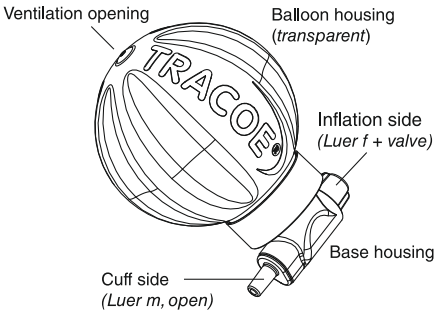
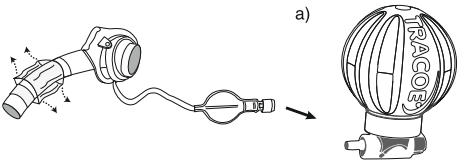
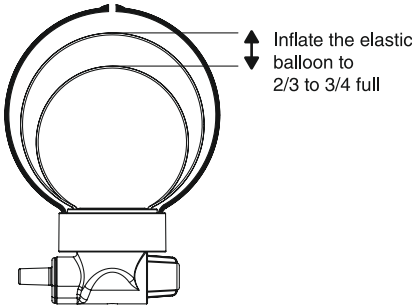

图1: TRACOE智能气囊管理系统的组件和接口
图2：连接充气管线和外鲁尔接口
图3：规定的充气大小
TRACOE智能气囊管理系统包括一个球形硬质（透明）外壳，弹性内气囊（蓝色）连接到带有内外鲁尔接口的底座外壳（图1）。本器械旨在确保在使用过程中，气管内插管/气管切开插管气囊压力维持在20 cm H2O至30 cm H2O的范围内。通过被动控制可达至此范围，即本器械的内气囊（蓝色）充当压力容器，允许空气在气囊与气管内插管/气管切开插管气囊之间流动，以维持该压力范围。
**小心：**内气囊的阻压功能仅在一个方向上有效，以允许充气或监测气管内插管/气管切开插管气囊压力，当气囊压力监测器或注射器插入鲁尔接口（本器械充气侧）（图1）时，该功能未被激活。
- TRACOE智能气囊管理系统初次充气未达到20 cm H2O至30 cm H2O的压力范围，内气囊没有膨胀到接近其最大容量的2/3-3/4（图3）。
弹性内气囊（蓝色）位于球形硬质（透明）外壳内。此内气囊连接到带有两个鲁尔接口的底座外壳（白色）（图1）：
此内鲁尔接口有一个自密封阀，可防止在拆除注射器或压力测量装置后气体流动，参见图1。
- 防止液体进入TRACOE智能气囊管理系统通风口（外壳顶部，图1）；例如，请勿在佩戴本器械的情况下沐浴或淋浴。
- TRACOE智能气囊管理系统通风口（外壳顶部）必须保持开启和畅通无阻（图1）。
将气管内插管/气管切开插管（HVLPG气囊被放气或已充气）置于患者体内后，插入TRACOE智能气囊管理系统底座的外鲁尔接口（外鲁尔接口，图1），轻轻转动，固定连接（图2），TRACOE智能气囊管理系统即被连接到气囊充气管线（指示气囊）开口端。
TRACOE智能气囊管理系统连接到气囊充气管线后，将气囊压力监测器或注射器插入底座的内鲁尔接口（内鲁尔接口，图1），注入足量空气，给蓝色内气囊充气，使直径达到外壳的2/3 – 3/4（图3）即可。
TRACOE智能气囊管理系统通风口（外壳顶部）必须始终保持开启和畅通无阻，参见图1。
在29天的整个使用期间，TRACOE智能气囊管理系统的内气囊可能需要重新注入空气，以维持2/3 – 3/4的充满率（图3）。要想给内气囊重新注入空气，应遵循第8.1节规定的充气程序。如果气囊容量太低，气囊压力可能会增加。
**小心:** TRACOE智能气囊管理系统不可浸入水、消毒液或任何其他液体。必须注意避免液体进入鲁尔接口和通风口，参见图1，因为这会影响阻压功能，阻碍维持气囊压力所需的气流。